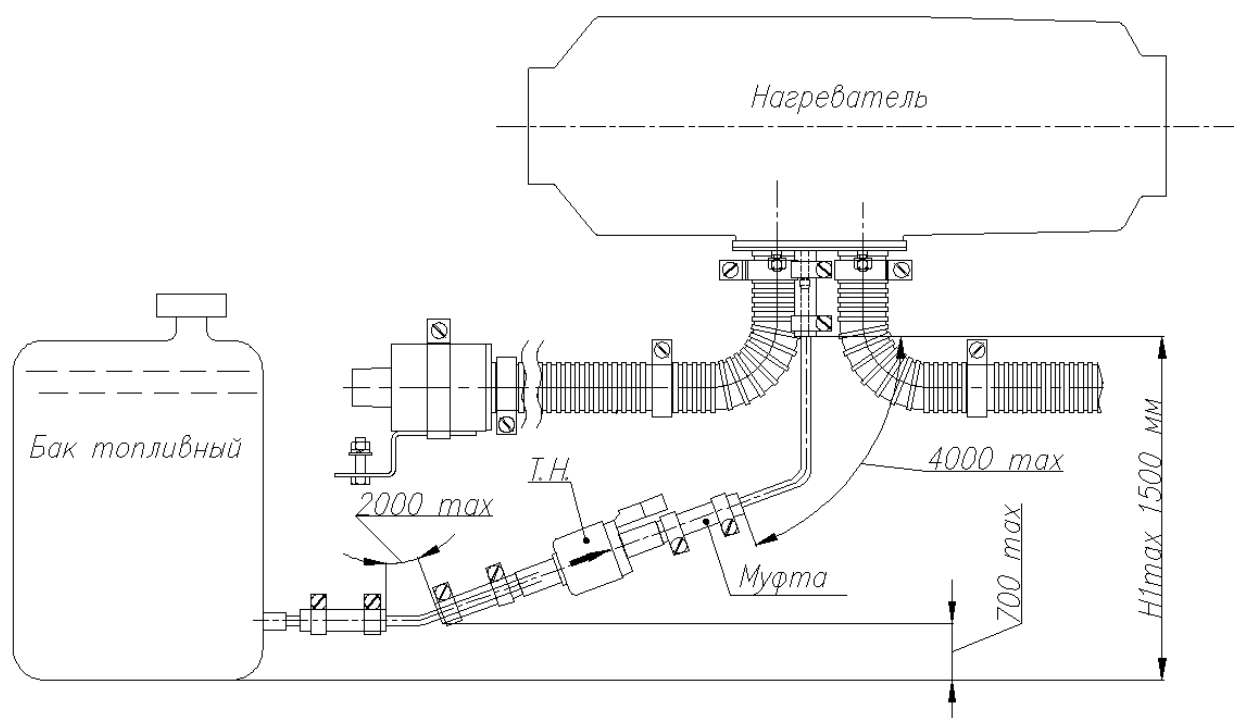
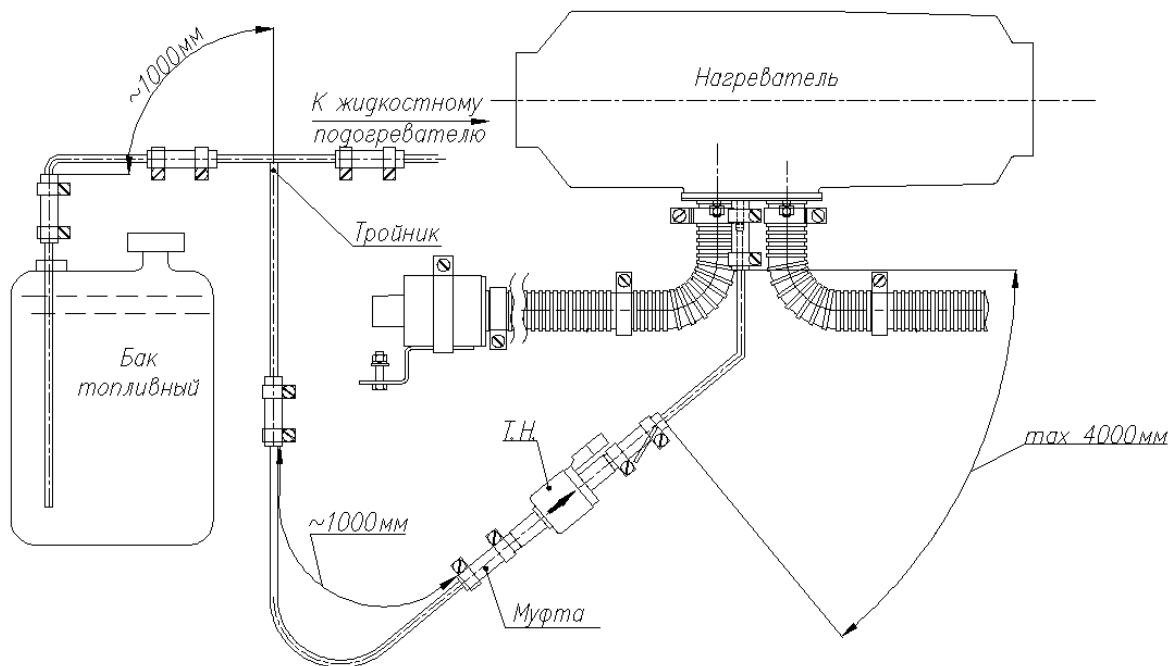

Рис.7 Схема монтажа топливной системы отопителя с индивидуальным топливным баком
Рис.8 Схема монтажа топливной системы отопителя в топливную систему жидкостного подогревателя
системе автомобиля или отопитель подключается к индивидуальному топливному баку, схема топливной системы приведена на рис.7 и рис.8
- топливную трубку нагревателя предпочтительней располагать выше максимального уровня топлива в топливном баке (см. рис. 7, рис.8);
Схемы относительного расположения топливного бака, топливного насоса и нагревателя показаны на рис.7 и рис.8